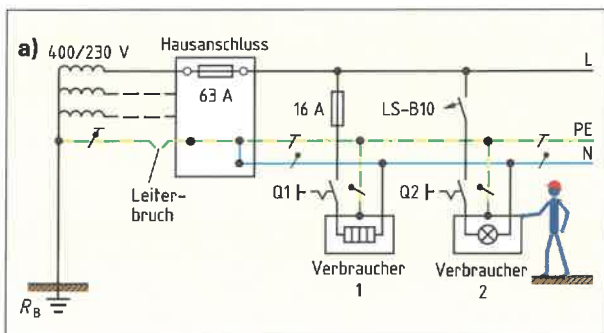
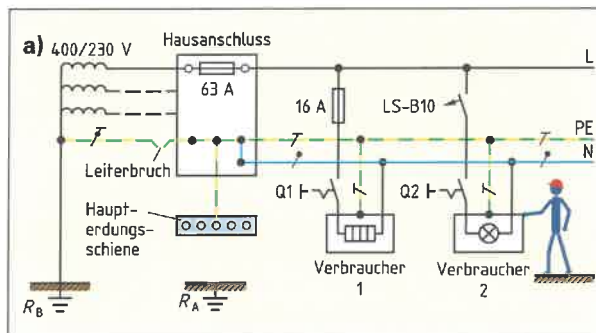

Bild 3: Elektrische Altanlage ohne Schutzpotenzialausgleich über die Haupterdungsschiene
Bild 4: Elektrische Neuanlage mit Schutzpotenzialausgleich über die Haupterdungsschiene
4. a) Zeichnen Sie im **Bild 3** und im **Bild 4** bei Leiterbruch des PEN-Leiters den Stromverlauf rot ein, der bei Betätigung des Schalters Q2 zum Fließen kommt. b) Erklären Sie die Auswirkung auf die Berührungsspannung am Verbraucher 2 und den Strom durch den Menschen.